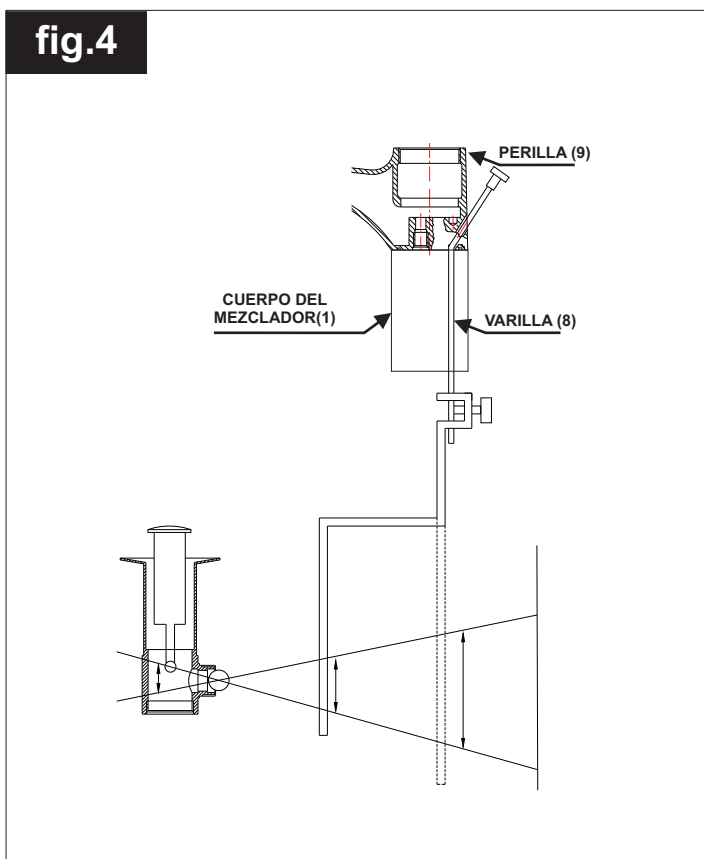

fig.4
Si va a instalar un Desagüe Automático junto con la Mezcladora de Lavatorio Monocomando Mares Baja(Fig 4): pasar la varilla vertical de accionamiento del desagüe automático (8), a través del agujero de la mezcladora y enroscar nuevamente la perilla (9)(Verificar su movimiento). Para el resto de las instrucciones de instalación del desagüe automático **VAINSA**, remitirse al prospecto respectivo incluido con dicho producto.